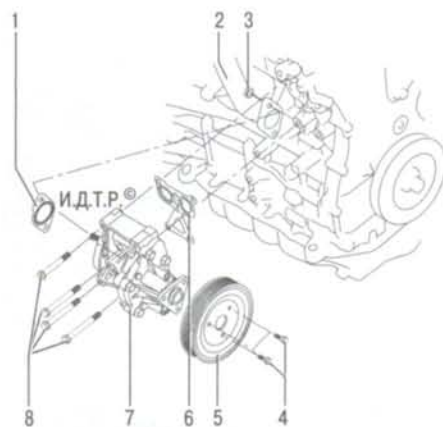

Рис. 5.39. Крепление водяного насоса:
6. Отверните две гайки 3 (рис. 5.39) крепления подводящей трубы водяного насоса.